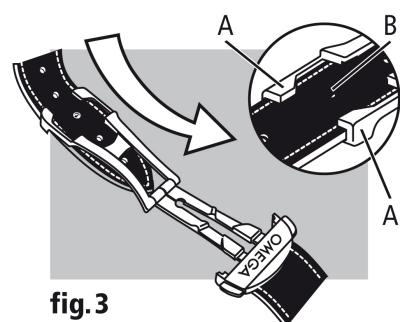

fig. 3
調校長度 (fig. 3)：鬆開兩邊的環扣夾座 (A) 及銷釘 (B)。移動調整錶帶至合適長度，然後將兩邊的環扣夾座和銷釘插回孔中。試戴手錶，必要時可重新調校。